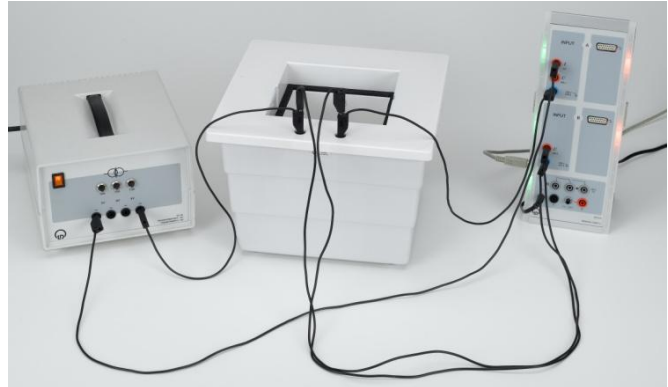

Fig. 2 Détermination de la puissance du chauffe-plaques
Le montage expérimental est représenté sur la fig. 2.
- Brancher le transformateur et la chambre calorimétrique au Sensor-CASSY conformément à la fig. 2 pour mesurer la tension et le courant.